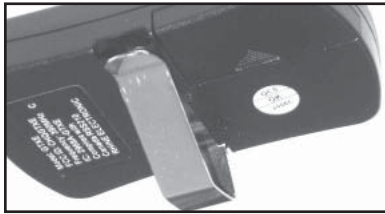

FIG. 8-3 Acople el sujetador de visera
- Hará un clic en el lugar (Fig. 8-3).